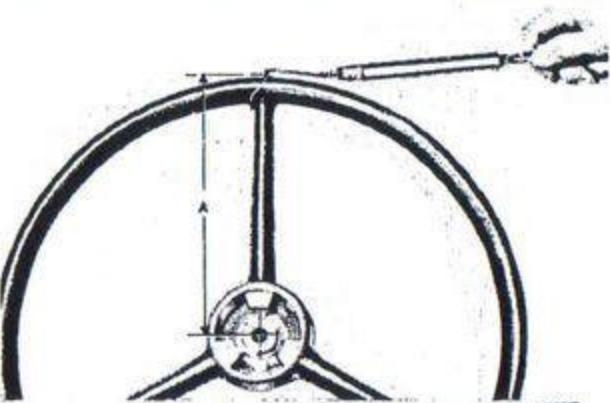

Bild 118. Mätning av räffmoment.
- Vid byte av bussningar pressas de nya bussningarna (3) i styrsnäckshuset. Brotscha bussningarna tills styraxeln går lätt utan att glappa. Rengör från metallspän.
- Montera snäckskruv (10) med lager, justermellanlägg (8), lock och raltrör. Dra skruvarna försiktigt och känn efter att lagren ej blir för hårt ansatt. Justermellanlägg (8) tilllägges resp borfläges tills rallexeln lätt kan vridas runt utan att glappa.
- Montera täfningsringen (2). Sätt i styraxeln (4) men var försiktig så att ej täfningsringen skadas. Montera packning, lock och bottenplugg. Vrid rallexeln till mittläge och skruva in justerskruven (6) tills ett lätt motstånd känns när rallexeln vrider över mittläget. Lossa justerskruven tills detta motstånd nätt och jämt försvinner och läs justerskruven i detta läge.
- Sätt på rälten och dra med en fjäderväg enligt bild 118. Fjädervägen skall därvid visa ett utslag av 0,1—0,4 kg med "A" = 25 cm. Visar fjädervägen annat utslag, undersöks vilken del som är för hårt resp för löst ansatt.